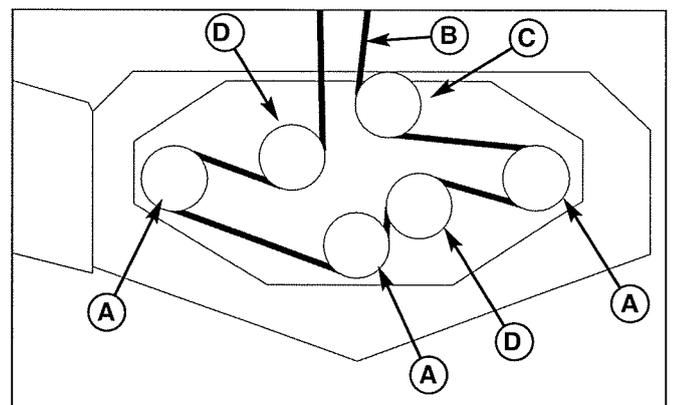

Figure 57. Acheminement de la courroie de prise de force de la tondeuse
4. Déposer la courroie usée et la remplacer par une neuve. S'assurer que le côté en V de la courroie passe par les rainures de la poulie (figure 57).
5. Monter la courroie d'entraînement sur la poulie de prise de force, les poulies de broche et toutes les poulies de tension sauf la poulie stationnaire (B, figure 57). Faire soigneusement tourner la poignée articulée dans le sens contraire des aiguilles d'une montre et monter la courroie sur la poulie de tension stationnaire (B). Relâcher soigneusement la tension sur la poignée articulée.